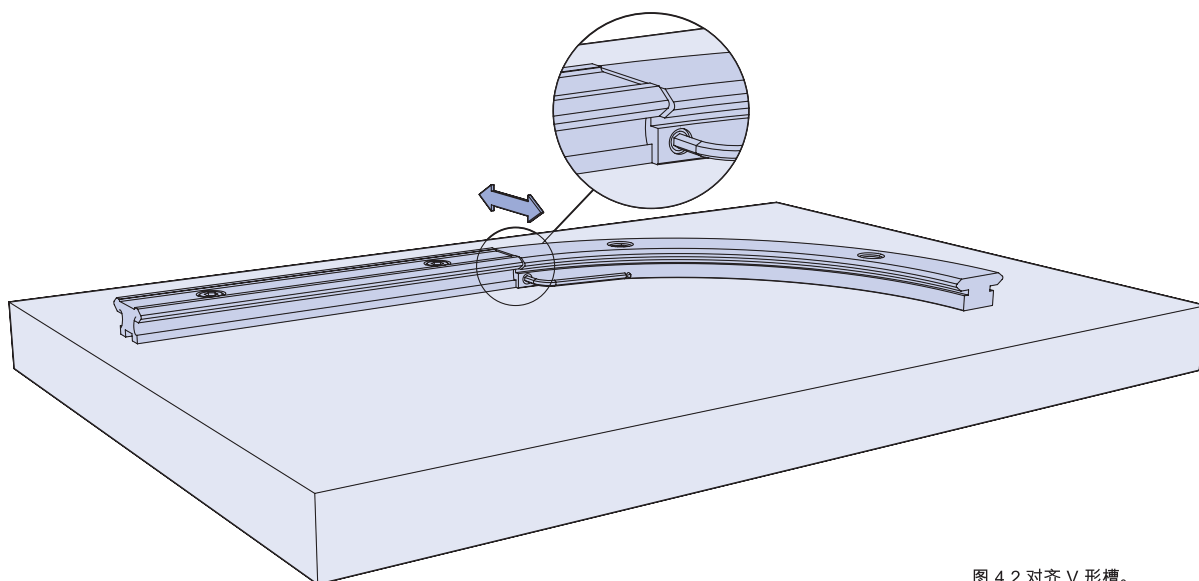

图 4.2 对齐 V 形槽。
4.2 通过调节顶起螺丝,可微调环的位置,从而定将两个组件定中并确保 V 行槽对齐(图 4.2)。